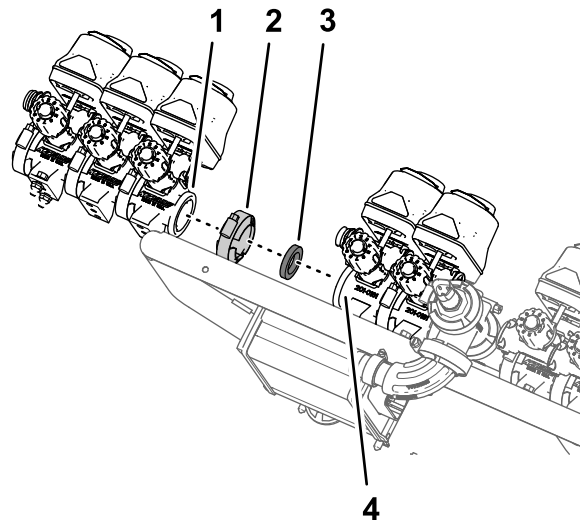

图105
1. 用在 从歧管安装架上卸下喷洒段阀 (页码 28) 的步骤 4 中卸下的法兰夹具和垫片将 从歧管安装架上卸下喷洒段阀 (页码 28) 的步骤 8 中卸下的 3 个喷洒段阀图 105 组装到打药机阀门组件阀门 7 的法兰上。